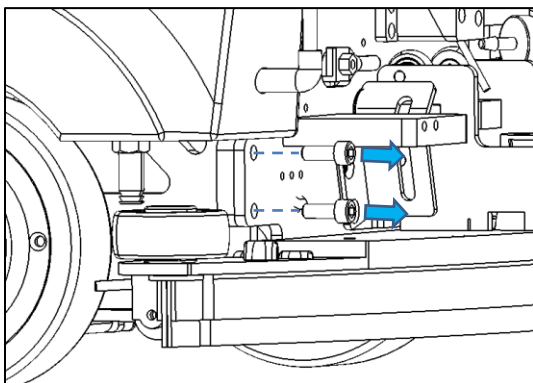
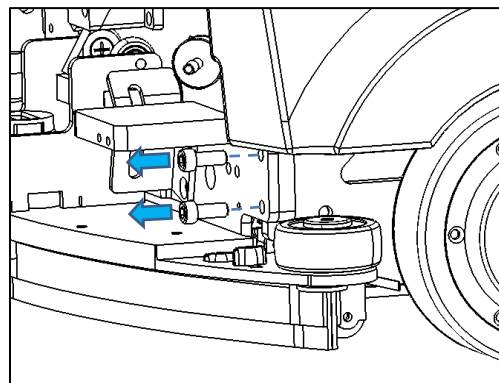

Fig. 5
Fig. 6
4. Dévissez les quatre vis situées sur le côté de la plaque arrière (Fig. 5 - Gauche, Fig. 6 - Droite) et retirez la plaque arrière (Fig. 7 - 1).